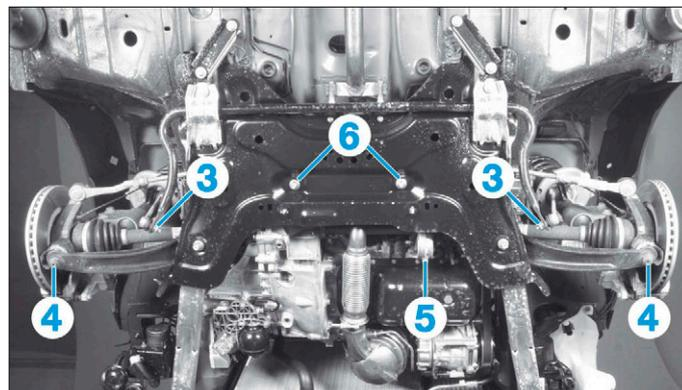

FIG. 14
- les écrous des biellettes de barre stabilisatrice (3) (Fig.14),
- les écrous de bras inférieurs (4),
- la biellette anticouple (5),
- les écrous de fixation du boîtier de direction (6),